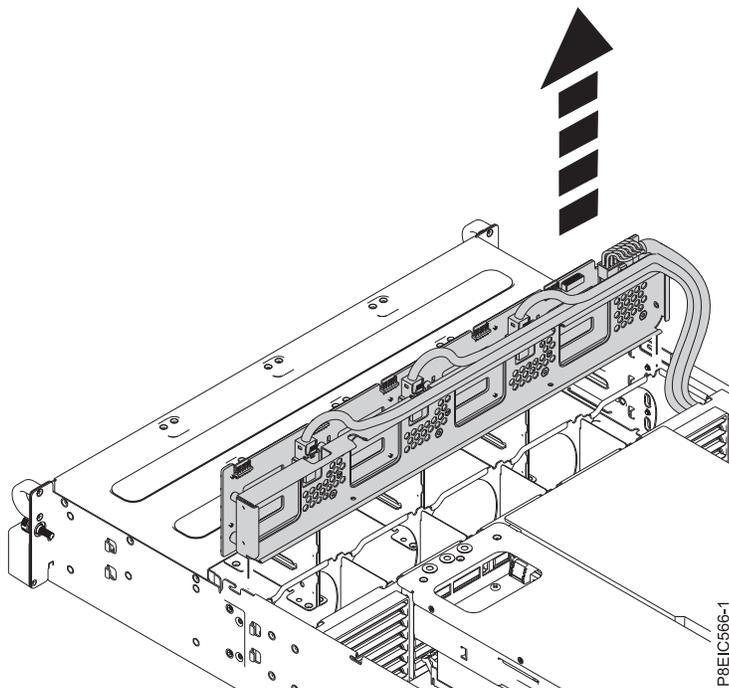

Abbildung 27. Rückwandplatine des Laufwerks ausbauen
9. Heben Sie die Rückwandplatine des Laufwerks direkt aus dem Chassis (siehe Abb. 27 auf Seite 26).